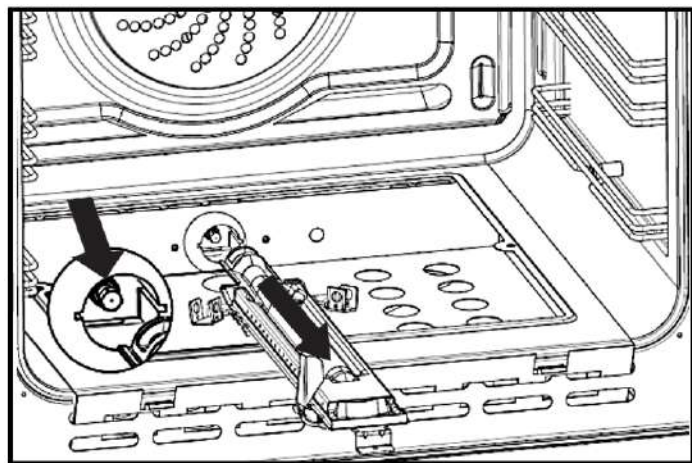

Рис. 20
- Відкрутіть гвинти форсунки (показано стрілкою на Рис. 20) і замініть на нову форсунку, обрану відповідно до «Таблиці вибору форсунок».